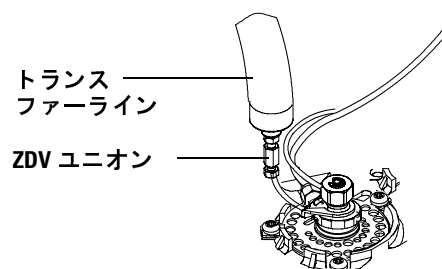

図 18 トランスファーラインとキャリアラインの接続
- 6 Headspace Sampler のトランスファーラインを ZDV ユニオンへ取り付けます。図 18 を参照してください。